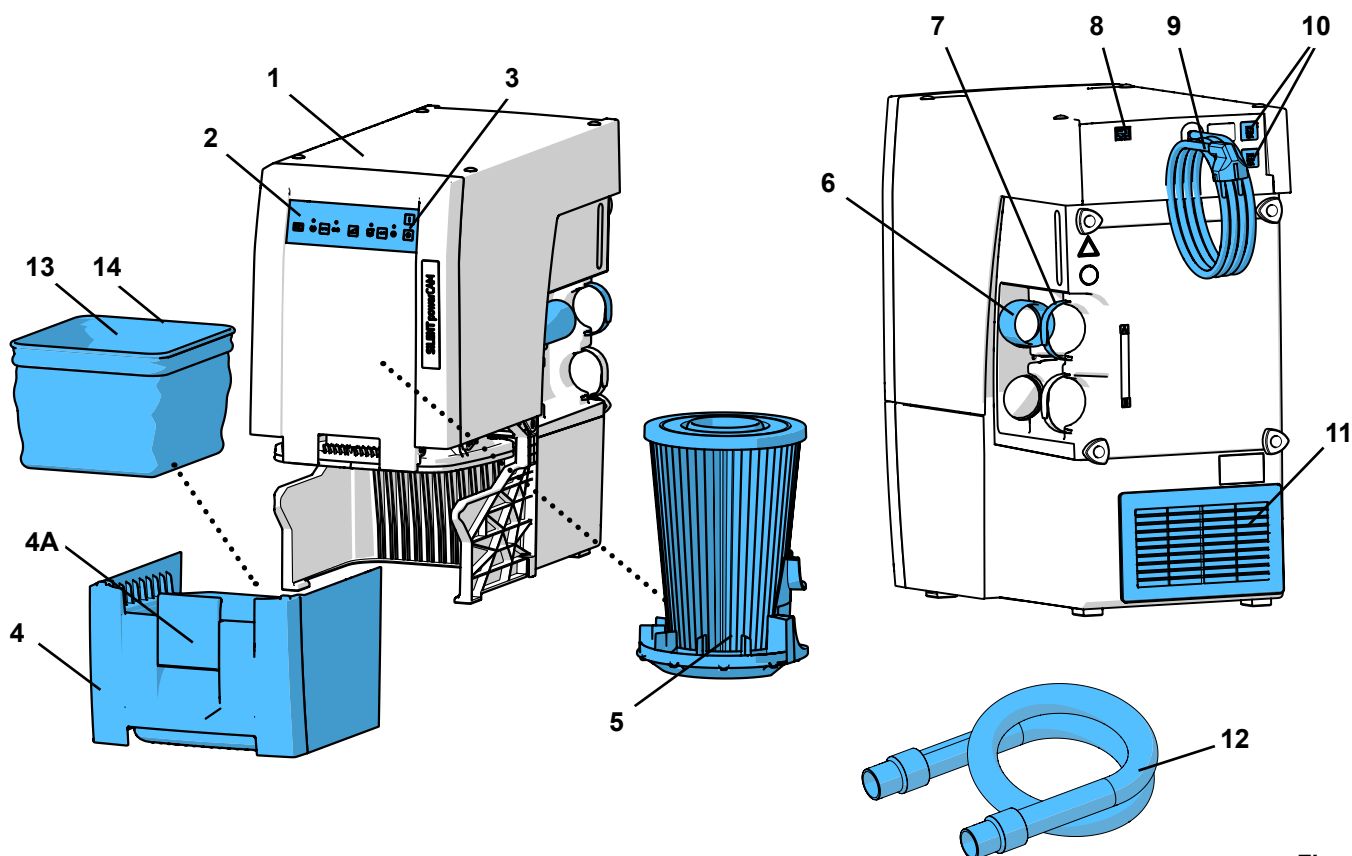

Fig. 1
- l'évacuation de l'air rejeté (11, Fig. 1) ne soit pas entravée.
- Conduite externe d'air (A) (voir chap. 4.6).
- Ouverture d'au moins 250 x 120 mm dans le panneau arrière de l'armoire (B), directement en face de l'ouverture d'évacuation de l'air rejeté (11, Fig. 1).
- Enlever le panneau arrière de l'armoire (C), espace entre le dos de l'armoire et le mur : au moins 50 mm.
⇒ Dérouler le câble d'alimentation (9, Fig. 1) et brancher la fiche secteur dans la prise de courant du bâtiment.